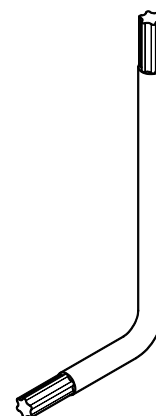

Fig.6
1. Munirsi della chiave a L ( 3MECL0001) in dotazione apposita per viti TORX di sicurezza (Fig.6) e svitare la vite nella parte anteriore;